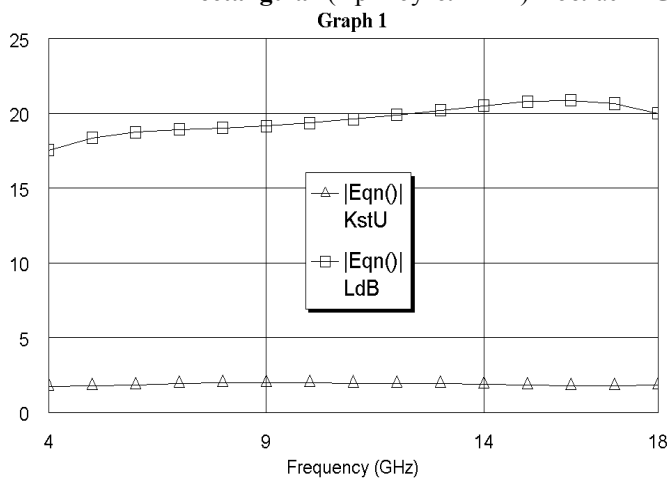

Рис. 5.50
7. Щёлкните левой кнопкой мышки по значку **Analyze** на панели инструментов. Результаты анализа отображаются на графике рис. 5.50.